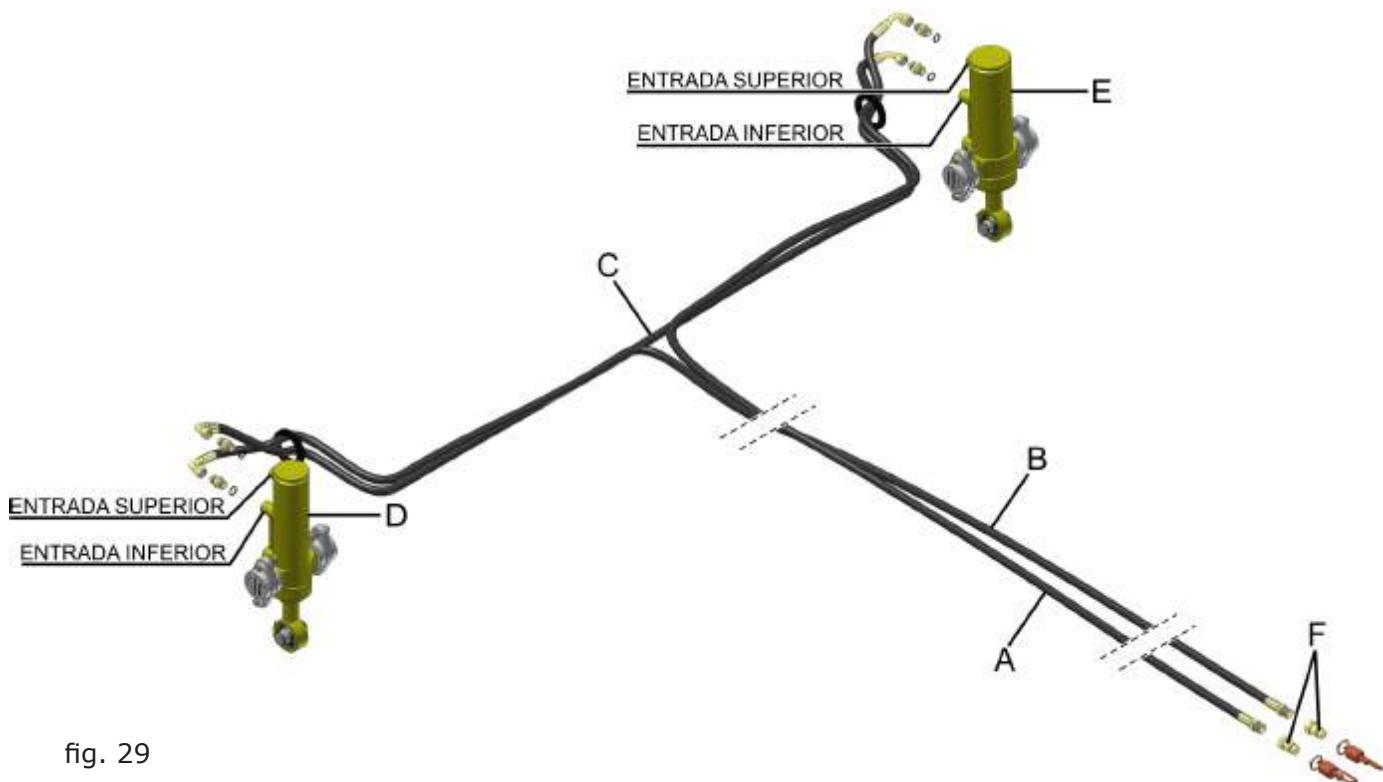

fig. 29
Coloque a mangueira da direção de fluxo trator-semeadora (A) (fig. 29), na entrada inferior do cilindro menor (D). Coloque a mangueira de ligação (C) na entrada superior do cilindro menor (D), colocando a outra extremidade da mangueira (C) na entrada inferior do cilindro maior (E).